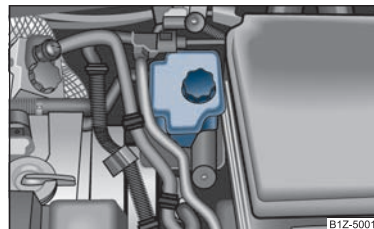

Fig. 125 Vano motor: Depósito del líquido de frenos
- Verifique el nivel de líquido de frenos en el depósito ⇒ página 139, fig. 125. El nivel debe encontrarse entre las marcas "MIN" y "MAX".